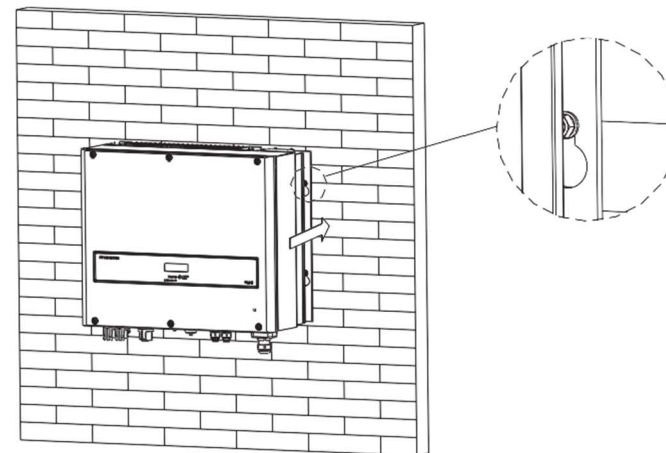

Рис. 5.5
- После того, как убедитесь в том, что инвертор надежно зацепился на анкерных болтах, - зажмите четыре болта М6, как показано на Рис. 5.5.